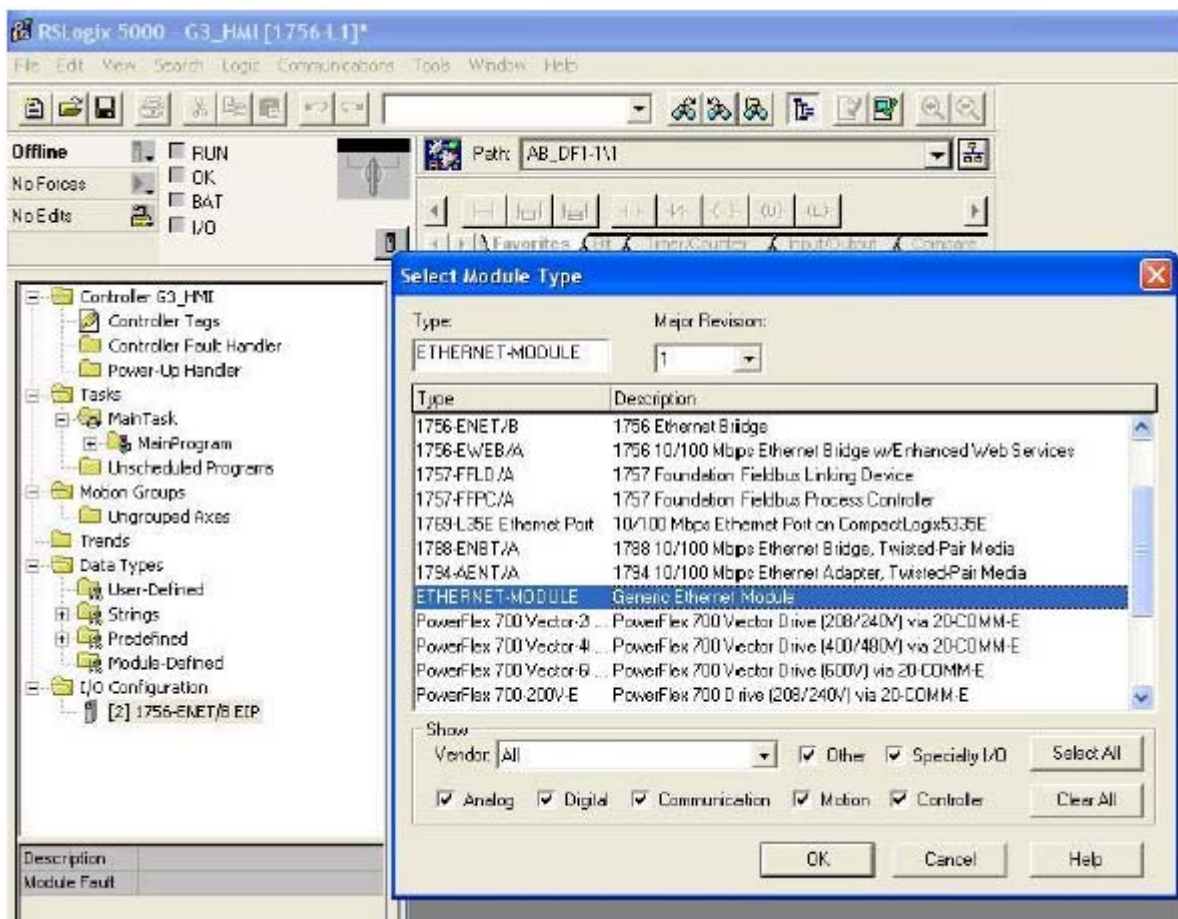

ABB. 72: Auswahl des Ethernet-Moduls
- c. Im Fenster „Select Module Type“ (Modultyp auswählen) „Generic Ethernet Module“ (Allgemeines Ethernet-Modul) wählen. Siehe ABB. 72.